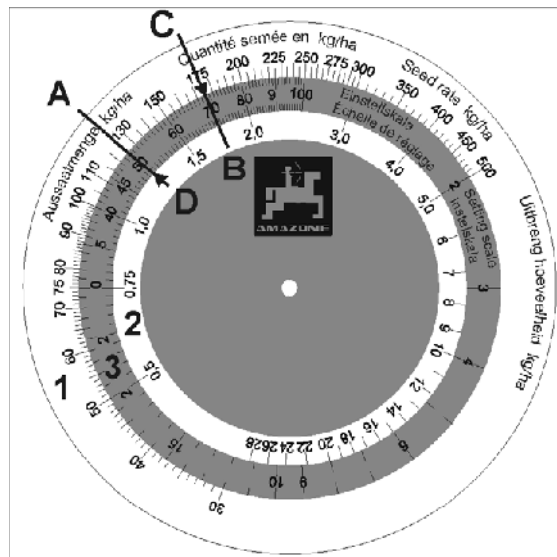

Рис. 84
Счетный диск состоит из трех шкал: из наружной белой шкалы (Рис. 84/1) для всех норм высева выше 30 кг/га и внутренней белой шкалы (Рис. 84/2) для всех норм высева ниже 30 кг/га. На средней цветной шкале (Рис. 84/3) указаны положения редуктора от 1 до 100.
- Установите на счетном диске одно над другим значение нормы высева 125 кг/га (Рис. 84/A) и "позицию редуктора 50" (Рис. 84/B).
- Считайте со счетного диска положение редуктора для желаемой нормы высева 175 кг/га (Рис. 84/C). В нашем примере - это "позиция редуктора 70" (Рис. 84/D).